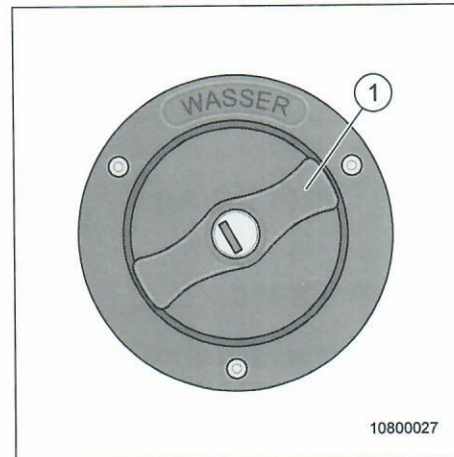

Abb. 57 Wasser-Einfüllstutzen
Der Wassertank befindet sich auf der rechten Seite ihres Malibu-Kastenwagens. Der Wassereinfüllstutzen (Abb. 57, Pos. 1) ist durch den Schriftzug „Wasser“ gekennzeichnet. Der Verschlussdeckel wird mit dem Fahrzeugschlüssel geöffnet oder verschlossen.
1. Schlüssel in Schließzylinder (Abb. 57, Pos. 1) stecken und eine viertel Umdrehung entgegen dem Uhrzeigersinn drehen. Schlüssel abziehen.
2. Schlüssel in Schließzylinder (Abb. 57, Pos. 1) stecken und eine viertel Umdrehung im Uhrzeigersinn drehen.